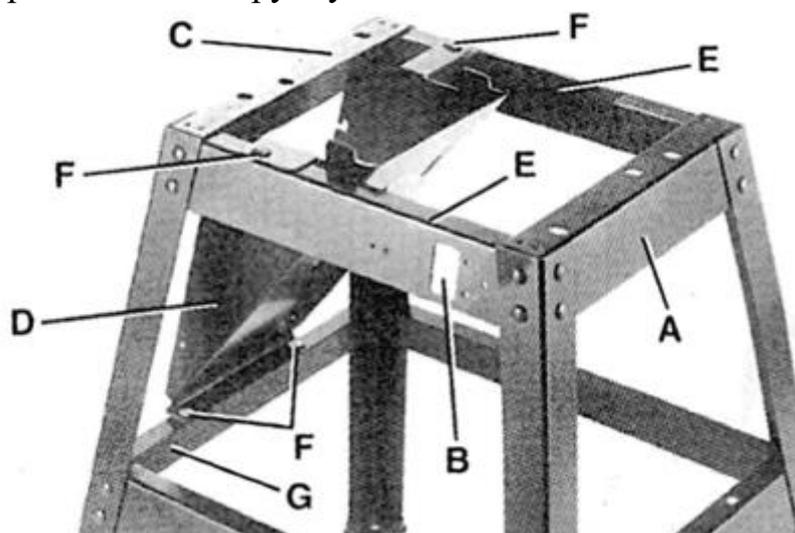

Рис. 4 Установка лотка для сбора пыли
Установите лоток для сбора пыли (D) – Рис. 4 на приемной стороне стойки (C), как показано на рисунке, с помощью четырех болтов с квадратным головками $\frac{1}{2}$ ' (F), плоских шайб и шестигранных гаек. На данном этапе затягивайте шестигранные гайки вручную.